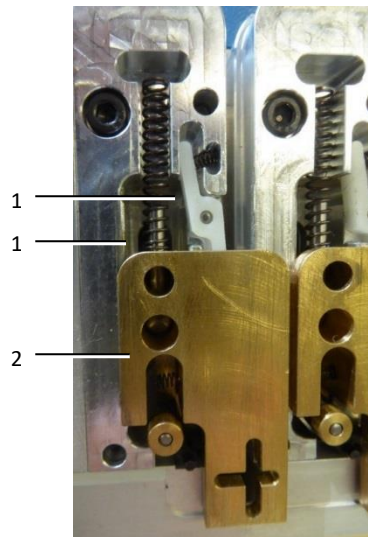

Fig. 28: Transportenhed
- Påfør en meget lille mængde olie på aluminiummet i begge sider (fig. 28, pos. 1) af føringsnoten.
- Kør messingskyderen (fig. 28, pos. 2) op og ned for at fordele olien.